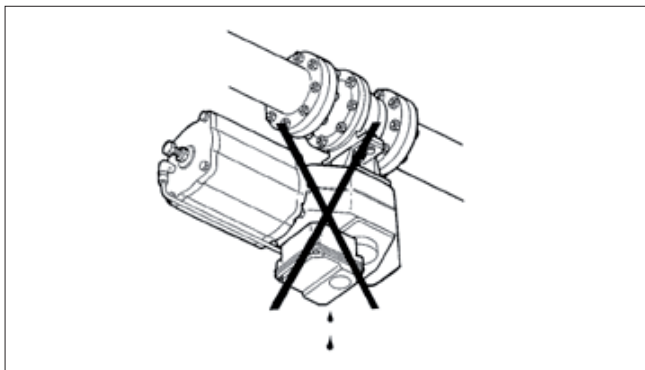

Figura 6. Evitar esta posición de montaje
7. No se recomienda instalar la válvula con el vástago en el lado inferior porque la suciedad en la tubería podría penetrar en la cavidad del cuerpo y posiblemente dañar la empaquetadura del vástago (**consulte la figura 6**).